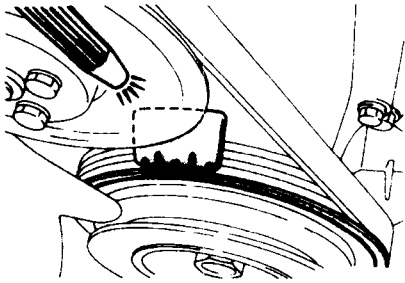

图 11 检查点火正时——海市蜃楼 (Mirage) 车
①安装一新的分电器壳O形密封圈，并用洁净润滑油进行润滑。
②将分电器转子与壳体、壳体与发动机上的配合标记分别对齐，确保安装可靠且分电器轴充分啮合。
③拧紧固定螺母。
④连接分电器配线连接器。
⑤检查O形密封圈，确保安装正确，安装分电器盖，拧紧锁止螺钉或固定好弹簧夹。
⑥接通蓄电池负极接线。
⑦调整点火正时，拧紧固定螺母，拧紧力矩为8lbf·ft (11N·m)（图11）。
①安装一新的分电器壳O形密封圈，并用洁净机油润滑。
②将发动机第一缸活塞置于压缩冲程的上止点，将减振器的装配标记与正时指示器的零刻度对齐。